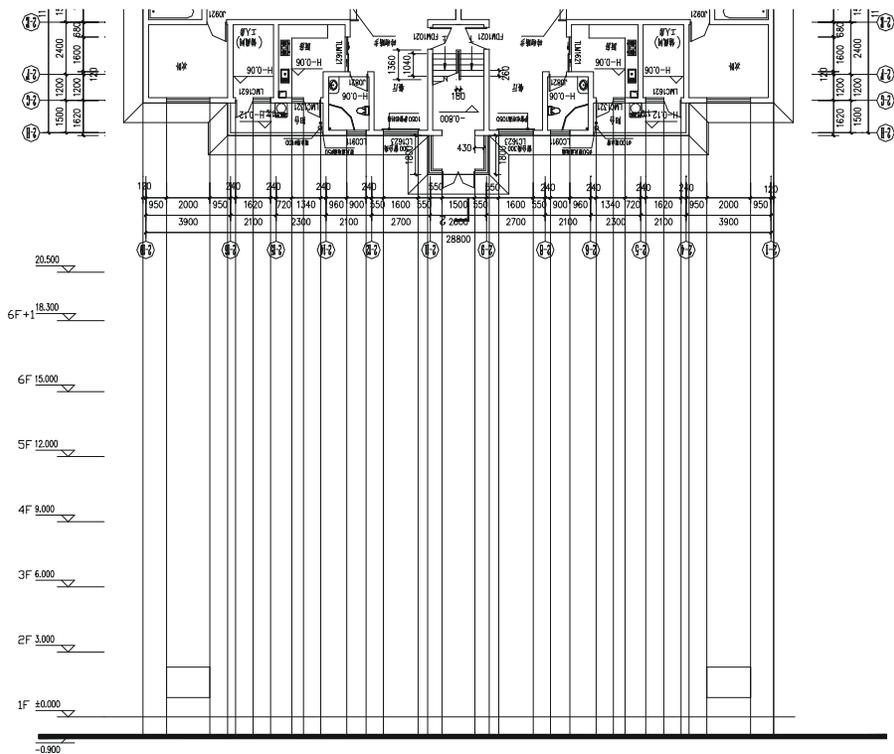

图 12-1-3
**STEP 06** 使用绘制矩形命令 RECTANG (REC) 绘制两个矩形，并删除偏移得到的两条直线，如图 12-1-3 所示。